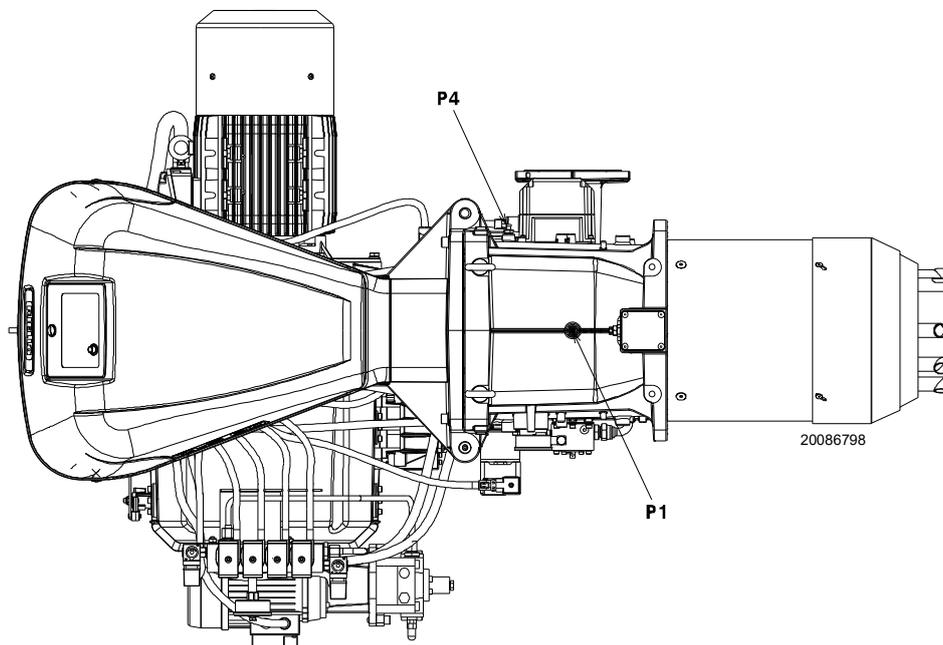

Fig. 28
Pressione del gas misurata alla presa P1)(Fig. 28), con:
- sottrarre dalla pressione del gas alla presa P1)(Fig. 28) la pressione in camera di combustione.
Pressione del gas alla presa P1)(Fig. 28) = 29,4 mbar
Per conoscere invece la pressione del gas necessaria alla presa P1)(Fig. 28), fissata la potenza MAX alla quale si desidera funzionare il bruciatore:
- Leggere sulla destra, colonna 1, la pressione alla presa P1)(Fig. 28).
pressione necessaria alla presa P1)(Fig. 28).